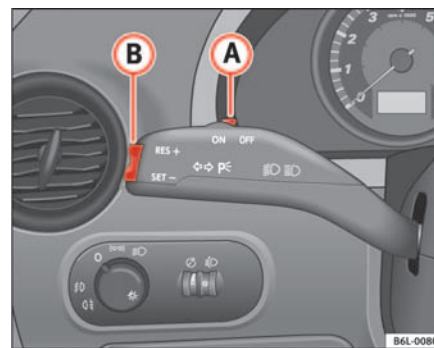

Fig. 100 Palanca de intermitentes y de luz de carretera: mando y tecla basculante para el regulador de velocidad
- Presione la parte superior de la tecla basculante **RES** ⇒ fig. 100 **A** para aumentar la velocidad. El vehículo acelerará mientras mantenga la tecla presionada. Al soltar la tecla quedará memorizada la nueva velocidad.
Si se reduce la velocidad programada pisando el pedal del freno, se desactiva el regulador de velocidad. Si quiere activar de nuevo el regulador, bastará con presionar una vez la parte superior de la tecla basculante **RES+** ⇒ página 145, fig. 100 **A**.